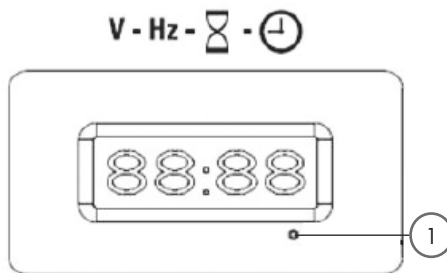

Рис.5
Данный генератор оснащен дисплеем, который может отображать напряжение, частоту, общее количество часов работы и текущее время. Показания дисплея можно настроить с помощью кнопки (1) (рис. 5).